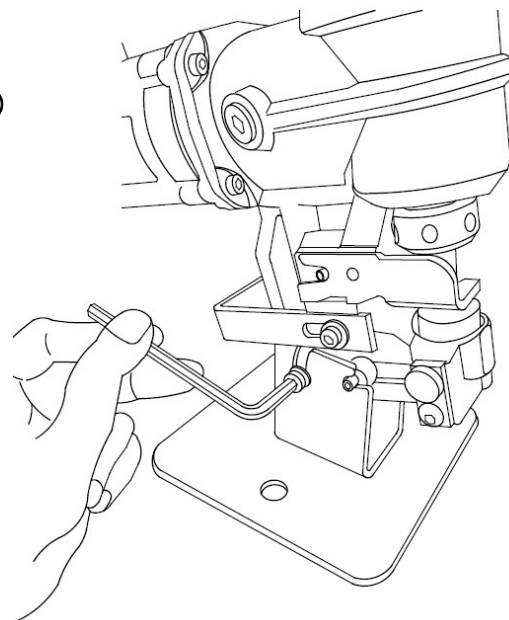

図 D-1
- 1) 本体を、作業に応じ適当な角度に傾けるか、あるいはスタンドを取り外します。角度調整、又はスタンドの取り外しはスタンド固定ねじ（2本）をゆるめて行います。（図 D-1）